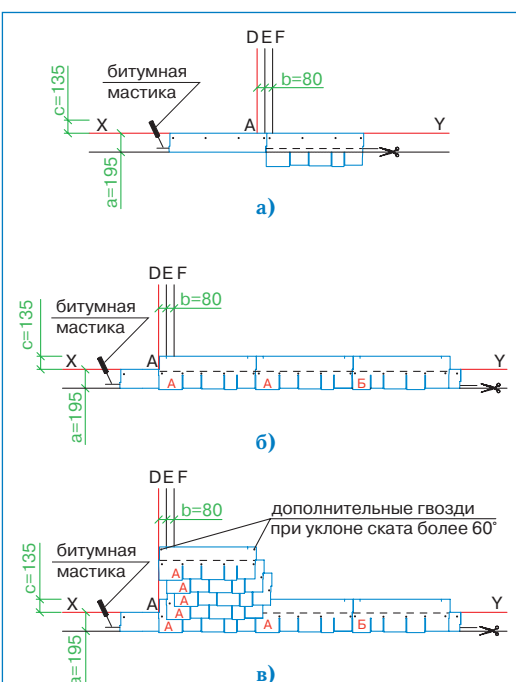

Рис. 3
### Укладка материала (рис. 3)
- Начальный ряд формируется из листов черепицы ЗОДЧИЙ с обрезанными лепестками. Полученные таким образом полосы шириной 19,5 см укладываются по линии карниза в обе стороны от линии Е (рис. 3а) и фиксируются по нижнему краю битумной мастикой, а по верхней кромке 4 гвоздями (ось гвоздей на 5 см ниже верхнего края полосы);
- далее первый ряд черепицы укладывается от линии AD в следующей последовательности: тип А, тип А, тип Б (рис. 3б);
- второй ряд черепицы укладывается от линии Е (со смещением 8 см от AD) (рис. 3в);
Каждый лист гибкой черепицы ЗОДЧИЙ крепится 5 гвоздями таким образом, чтобы гвоздь прошивал и верхний край низлежащего листа черепицы (рис. 3б).